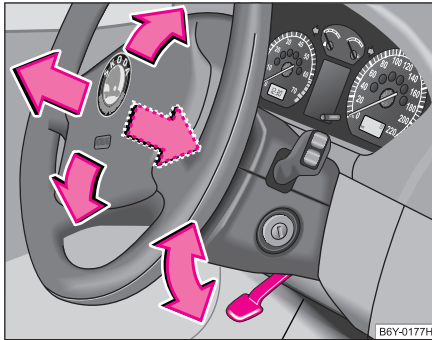

Abb. 88 Verstellbares Lenkrad: Hebel unter der Lenksäule
- Schwenken Sie den Hebel unter der Lenksäule ⇒ Abb. 88 nach unten ⇒ ⚠.